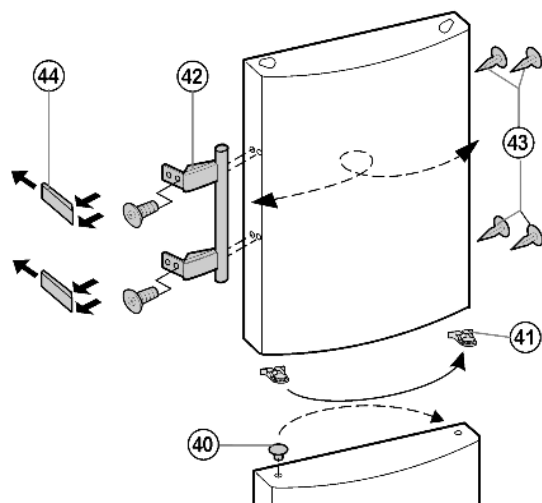

Fig. 9
- Pružinovou svorku Fig. 9 (41) vyklesněte z horních dveří a přemístěte na novou stranu závěsu.
- Zátky Fig. 9 (40) vyjměte z pouzdra ložisek dveří dole a přemístěte je.
- Madla dveří *Fig. 9 (42)*, zátky *Fig. 9 (43)* a krycí destičky *Fig. 9 (44)* odmontujte a přemontujte na protější stranu.